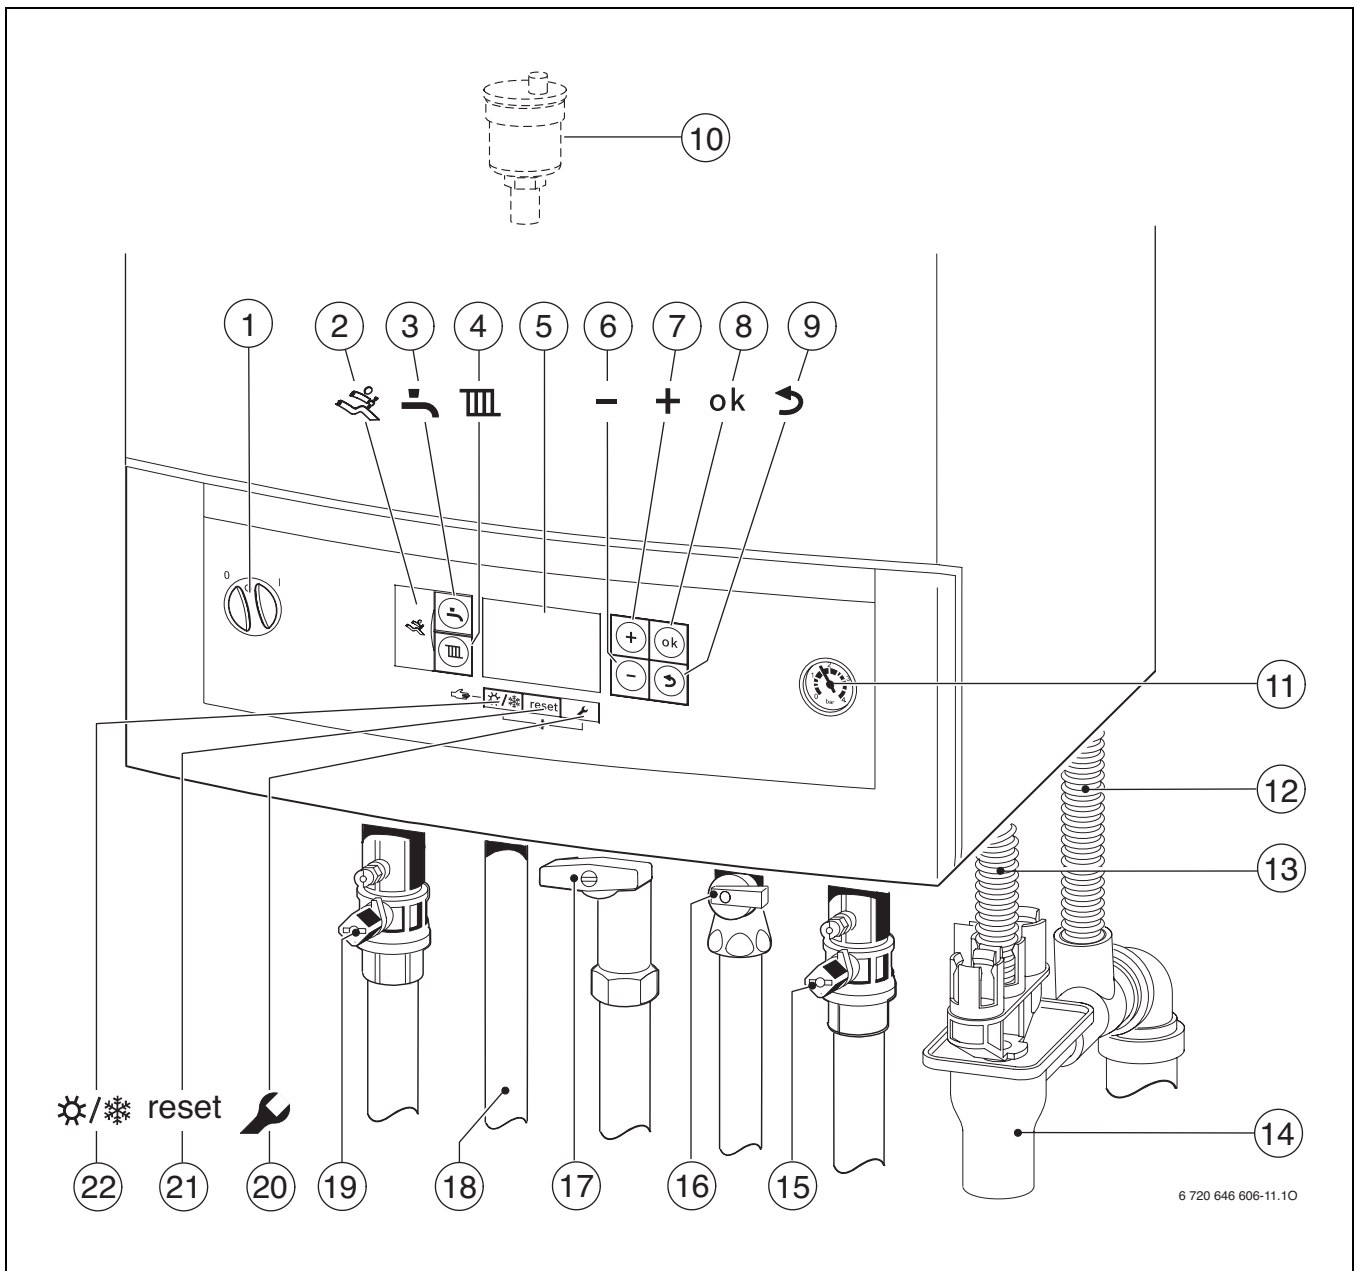

Fig. 19
- ▶ Ouvrir le robinet d'eau froide (→ fig. 19, [16]).
- ▶ Ouvrir le robinet de départ du chauffage et le robinet de retour du chauffage (→ fig. 19, [15] et [19], page 27).
- ▶ Ouvrir le robinet de gaz (→ fig. 19, [17]).
- ▶ Ouvrir le purgeur automatique (laisser ouvert) (→ fig. 19, [10], page 27).